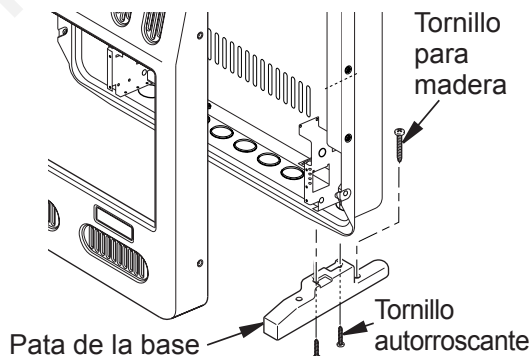

Figura 13 - Instalación de las patas de la base (el calentador puede ser distinto del que aparece en la ilustración)
- Alinee los orificios en la pata de la base con los orificios de montaje en la parte inferior del gabinete (consulte la figura 13).
- Coloque nuevamente el calentador con las patas de la base sobre los orificios. Asegure la base al piso con tornillos para madera. Consulte la figura 13.